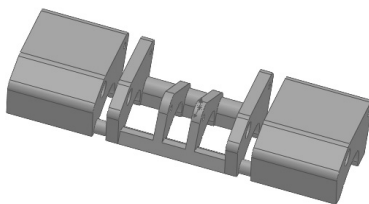

图 8-37 修改后的模型 1
4) 单击“特征”工具栏中的  (Instant3D) 按钮，或者单击“特征”控制面板中的  “Instant3D”按钮，退出 Instant3D 特征操作，修改后的模型如图 8-37 所示。